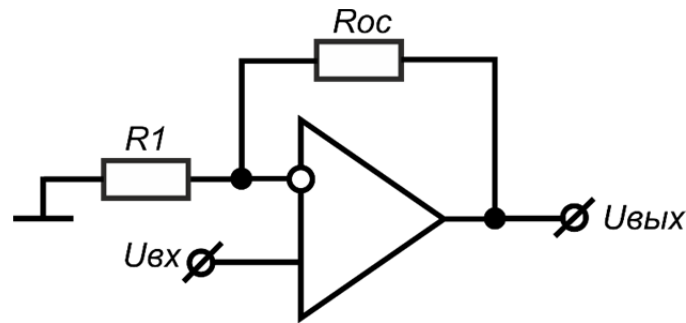

Рис. 4. Неинвертирующий усилитель
2. *неинвертирующий усилитель* (Рис. 4)